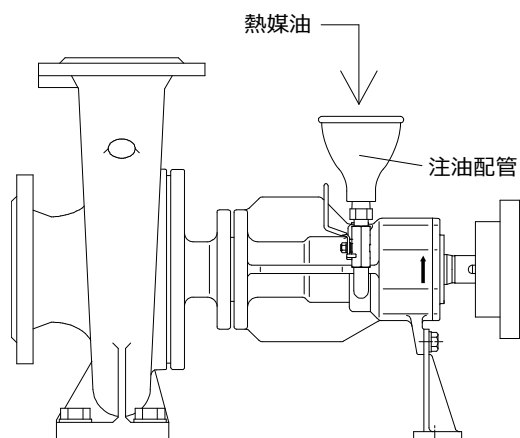

図 3.1-1 注油配管からの注油
- (A) 吸込・吐出側のバルブを開き、揚液を自然流下させて下さい。
- (B) 注油配管(図 3.1-1)付きの場合は、ベアリングケース(3300)の G ネジプラグ(9031)を開き、注油配管から熱媒油を入れてベアリングケース内の空気を全て排出して下さい(油量は表 3-1を参照下さい)。注油配管付きでない(吸込圧力が十分ある)場合は、ベアリングケースの G ネジプラグを開き、シャフト(2100)を手回してベアリングケース内の空気を全て排出して下さい。
- (C) 揚液が完全に充満されたら、G ネジプラグと吐出側のバルブを閉めて下さい。